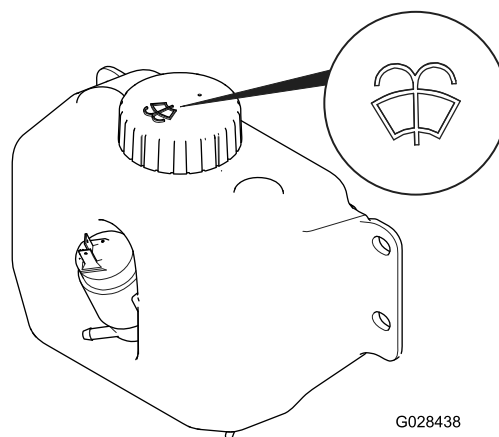

Рисунок 53
2. Откройте капот и найдите бачок стеклоомывателя (Рисунок 53).